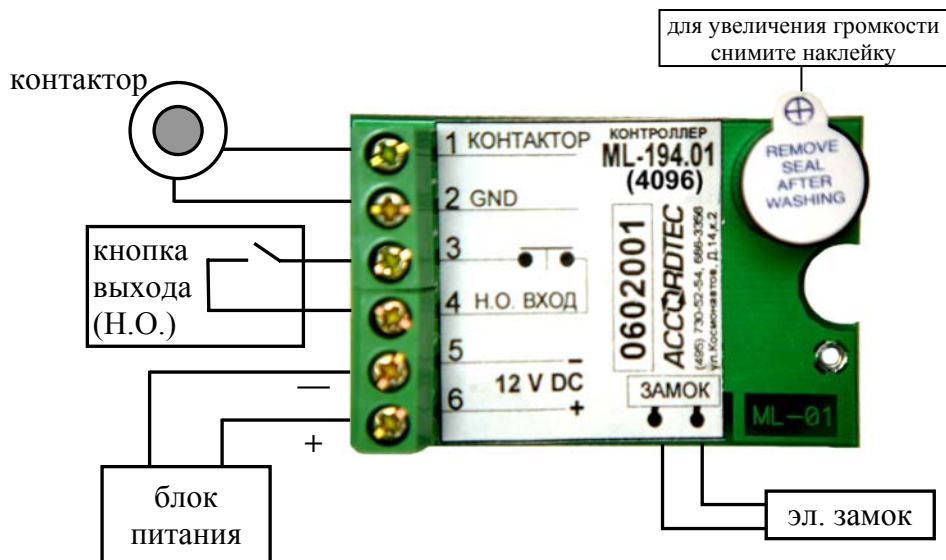

Рис. 1
4. К контактам 1 и 2 подключить контактор. Красный провод – клемма 1, черный — клемма 2 (рис.1).
5. К контактам 3 и 4 подключить провода от кнопки выхода (рис. 1).
6. К контактам 5 и 6 подключить провода от блока питания 12В. «—» — клемма 5, «+» — клемма 6 (рис. 1).